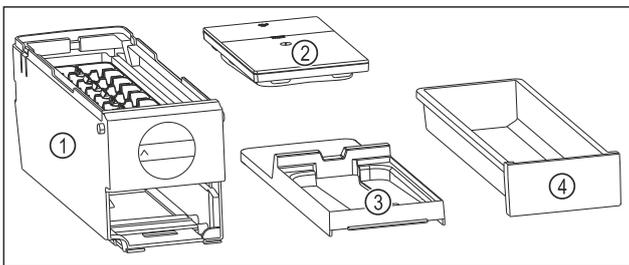

Fig. 89 Bestandteile des EasyTwist-Ice
- ▷ EasyTwist-Ice ist in vier Teile zerlegt. (siehe Fig. 89)
- ▶ EasyTwist-Ice nur in abgebildete Bestandteile zerlegen. (siehe Fig. 89)
- ▶ EasyTwist-Ice-Korpus Fig. 89 (1) als Ganzes reinigen.